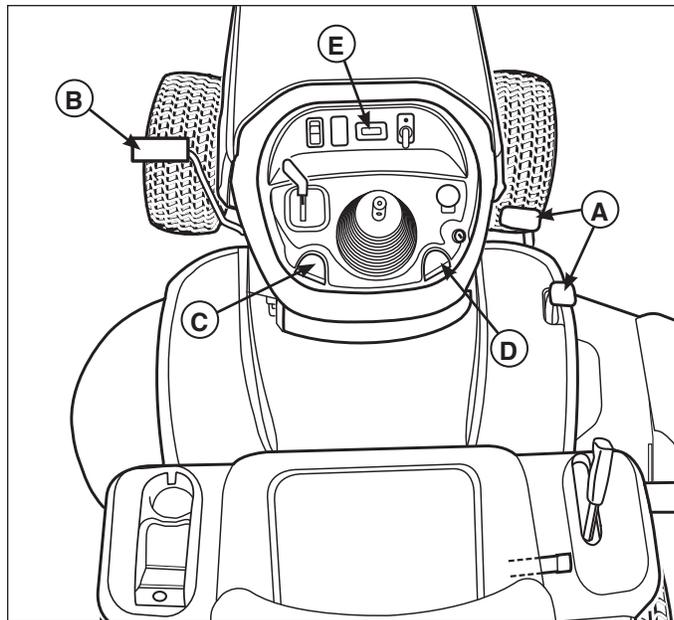

Figure 2. Serrage du frein de stationnement
**Serrage du frein de stationnement** - Voir la Figure 2. Pour verrouiller le frein de stationnement, relâcher les pédales de déplacement (A), appuyer à fond sur la pédale de frein (B), TIRER le bouton de frein de stationnement (C) et relâcher la pédale de frein.
**Desserrage du frein de stationnement** - Voir la Figure 2. Pour libérer le frein de stationnement, appuyer sur la pédale de frein (B).
1. Tirer sur le bouton de régulateur de vitesse (D, Figure 2).
2. Appuyer sur la pédale de déplacement en marche avant (A).
3. Lever le bouton de régulateur de vitesse (D) une fois que la vitesse souhaitée est atteinte. Le régulateur se bloque dans l'une de ses cinq positions de verrouillage.
Le compteur horaire (E, Figure 2) mesure la durée pendant laquelle la clé est en position MARCHE.